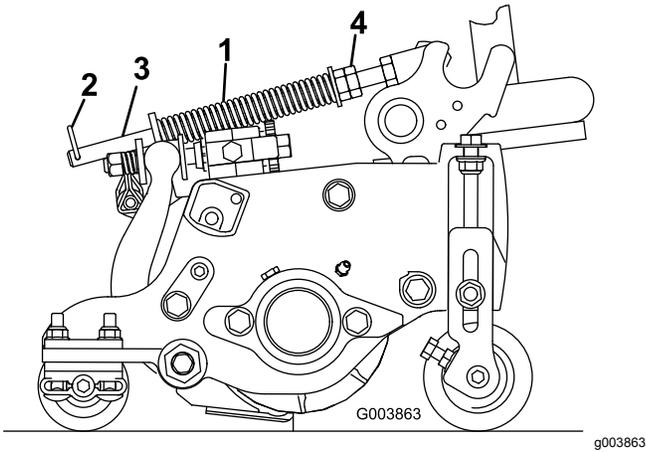

图17
草坪补偿弹簧图17可将重量从前滚筒转移至后滚筒。这有助于减少草坪的波动图形也称为波浪形或摆动形。
1. 确保发卡销安装在弹簧杆的后孔内 图17。
2. 拧紧弹簧杆前端的六角螺母直至 12.7cm 滚刀组压缩后的弹簧长度为 12.7cm 或者 17.8cm 滚刀组压缩后的弹簧长度为 15.9cm 图17。